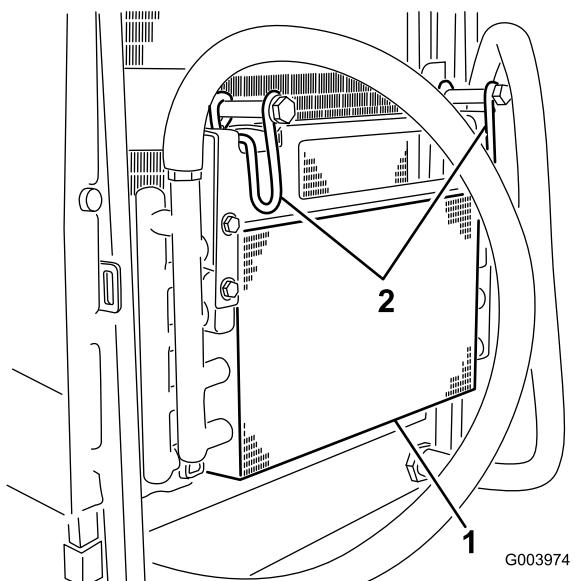

Figura 57
5. Gire los cierres hacia dentro para liberar el enfriador de aceite (Figura 57).